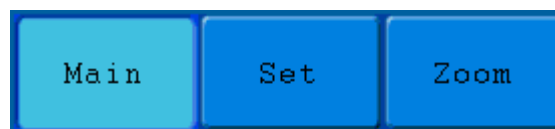

Рисунок 5-15. Меню режима развёртки
3. HORIZ MENU открывает рабочее меню на экране (рисунок 5-15).